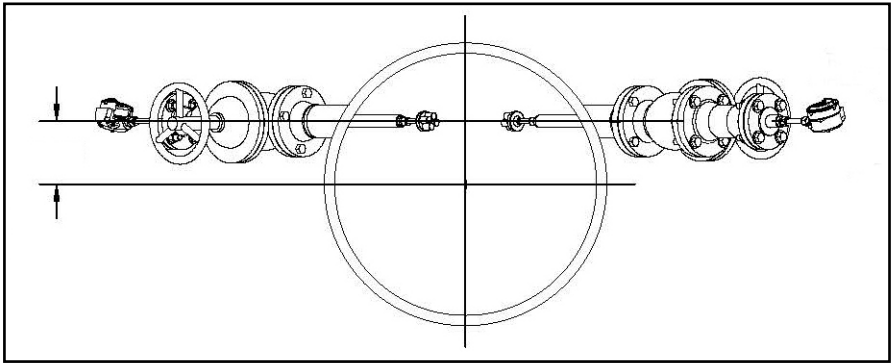

Figura 3: Configuración de ruta no diametral
- Una configuración de trayectoria no diametral (la trayectoria de la señal forma una línea desplazada del diámetro (consulte *Figura 3* a continuación).